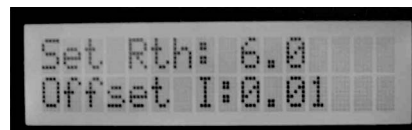

Fig. 6
1. Riaccendiamo ancora l'alimentatore questa volta però con il pulsante premuto: apparirà sul display un messaggio come in fig. 6. Tramite l'encoder settiamo la Rth totale del nostro alimentatore e, ruotando l'encoder con il pulsante pigiato, regoliamo per ora a zero, l'offset dell'amperometro. Per uscire da questo menù è necessario spegnere e riaccendere l'alimentatore.